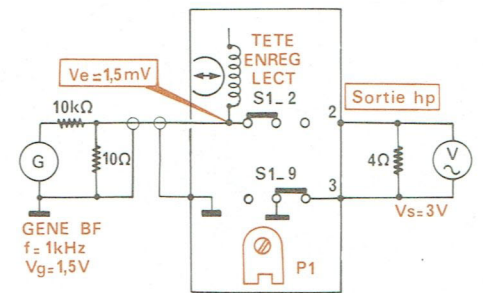

Fig. 14
a) REGLAGE DE LA SENSIBILITE (Fig. 14)